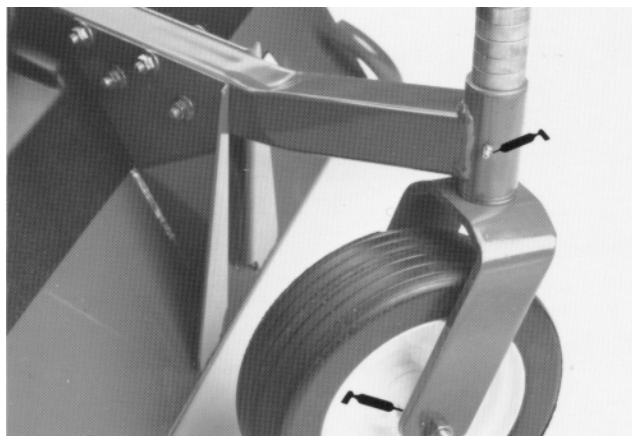

Fig. 14
- främre hjulspindelbussningar (fig. 14)
- svänghjulens lager (fig. 14 och 15)